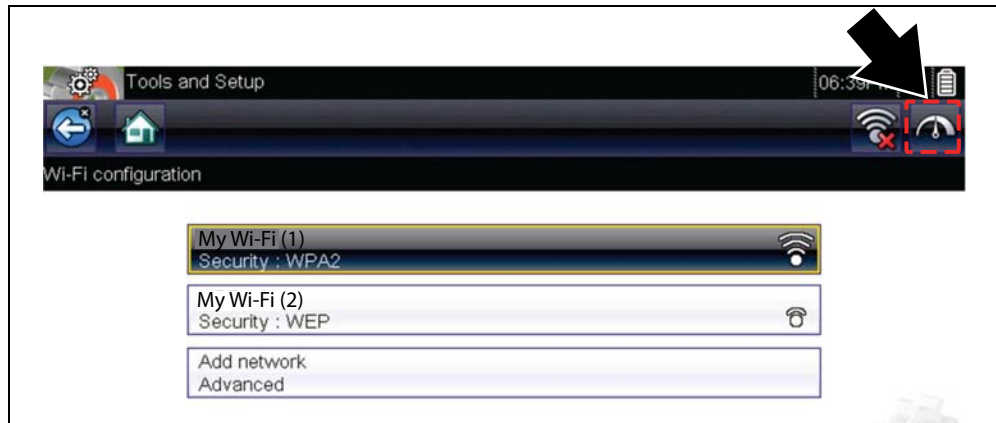

Figure 10-10 Ícone de teste de Wi-Fi
3. Na tela de configuração de Wi-Fi, selecione o ícone Teste de Wi-Fi para abrir a tela de teste de conexão de rede (Figure 10-10).